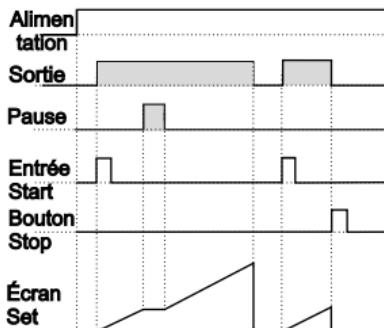

Figure 4.3
4.2.1 Si le comptage est **dEct** = 0 et que **outF** est **0-n** le schéma de commande sera celui illustré à la figure 4.3